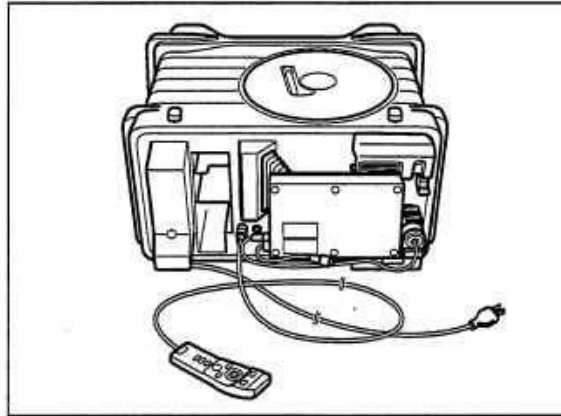

図3.4
3. 巻き取りハンドル部を上に向けながら静かにケースを倒します（図3.4参照）。